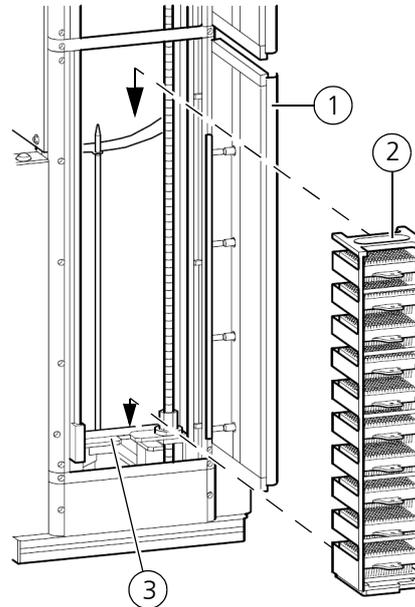

Abb. 66: Rackwechsel durchführen
4. Öffnen Sie die Tür (→ Abb. 66/1) und stellen Sie das Rack (→ Abb. 66/2) im Karussell (→ Abb. 66/3) ab. Falls die Position besetzt ist, entfernen Sie vorher dieses Rack.